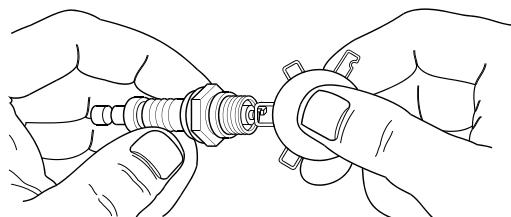

Рис. 4-3. Регулировка зазора свечей зажигания
5. Проверьте зазор между свечами зажигания с помощью проволочного калибра толщины. См. Рис. 4-3. Отрегулируйте зазор, аккуратно отогнув заземляющий электрод на указанную величину.